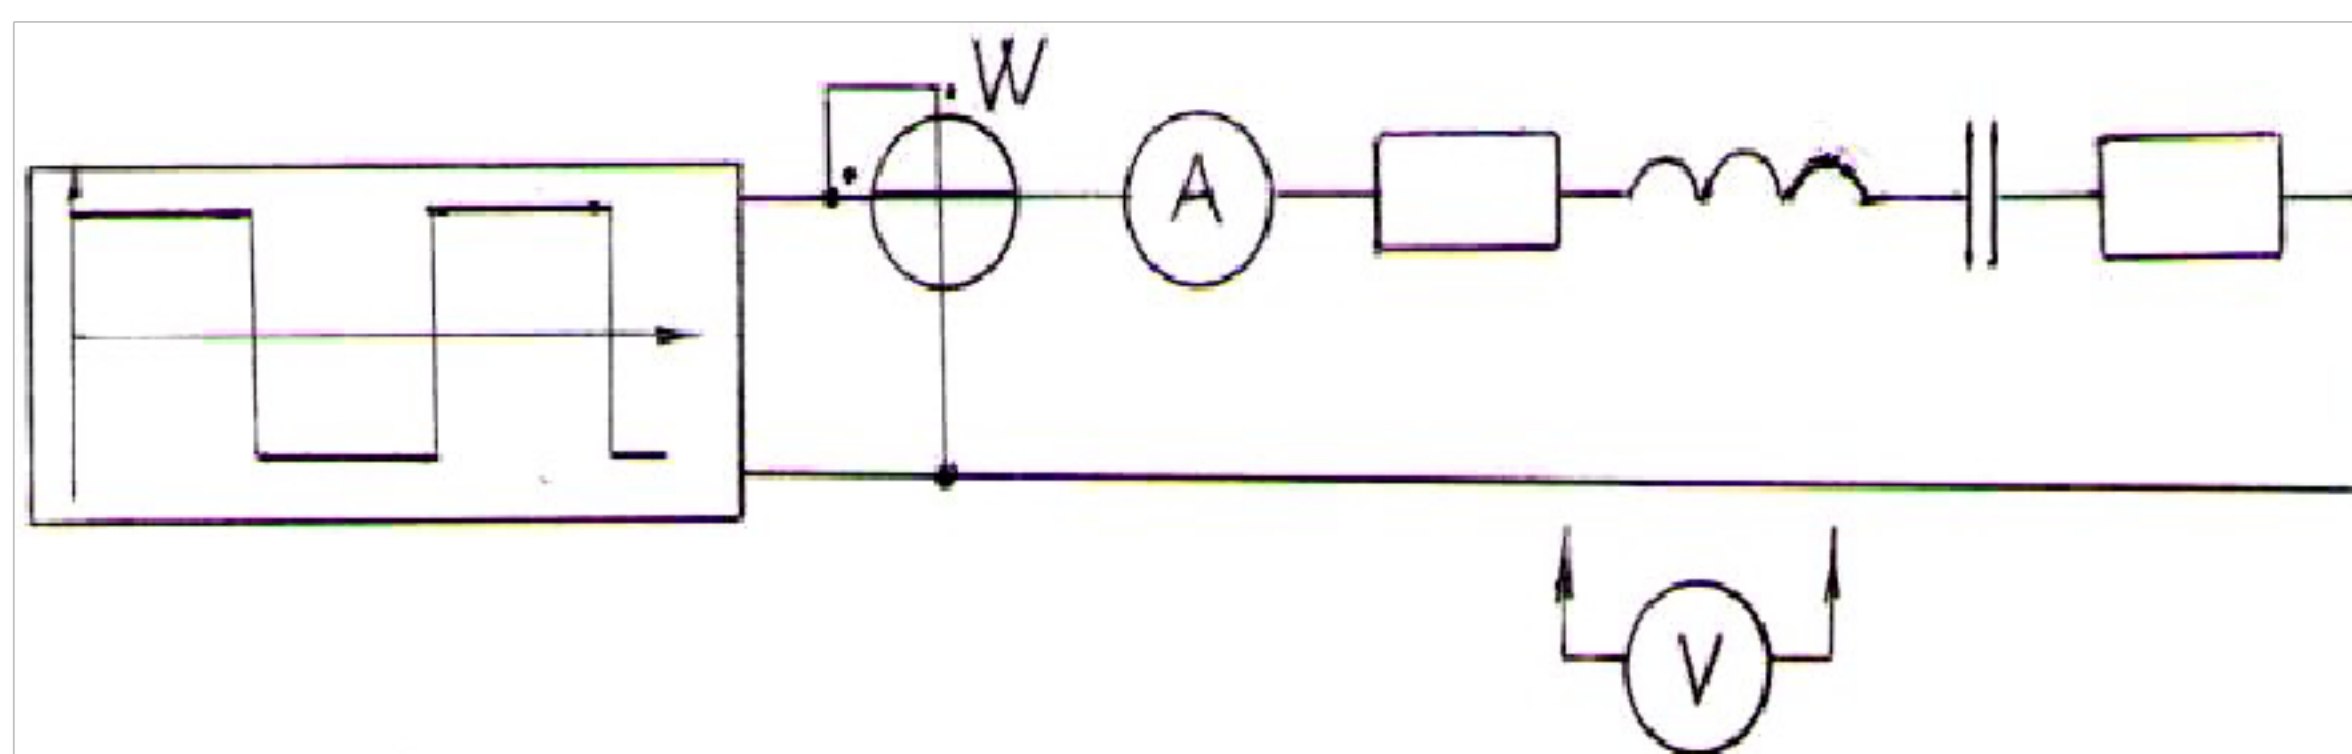

Рисунок 4.1 – Электрическая схема лабораторной работы
В данной лабораторной работе рассматривается электрическая цепь, представленная на рис.4.1 и состоящая из последовательно включенных индуктивного, емкостного и активного сопротивлений. На зажимы цепи подаётся напряжение прямоугольной формы, имеющее амплитуду U_m и частоту $\omega = 2\pi \cdot f = 2\pi/T$.
1. Собрать схему, изображенную на рис.4.1. В схеме использовать в качестве катушки индуктивности обмотку трансформатора с числом витков $w=300$, конденсатор ёмкостью $0,47\text{мкФ}$ и сопротивление 100 Ом . Цепь подключить к генератору переменного напряжения. Установить предел измерения тока на мультиметре 200 мА .